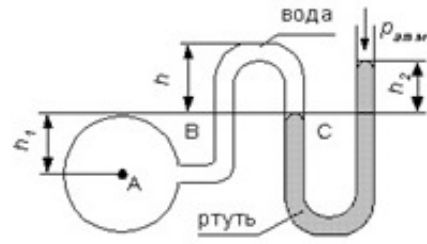

Рис. 2
7. Определить манометрическое давление в трубопроводе А, если высота столба ртути по пьезометру 25 см. Центр трубопровода расположен на 40 см ниже линии раздела между водой и ртутью. (рис. 2)